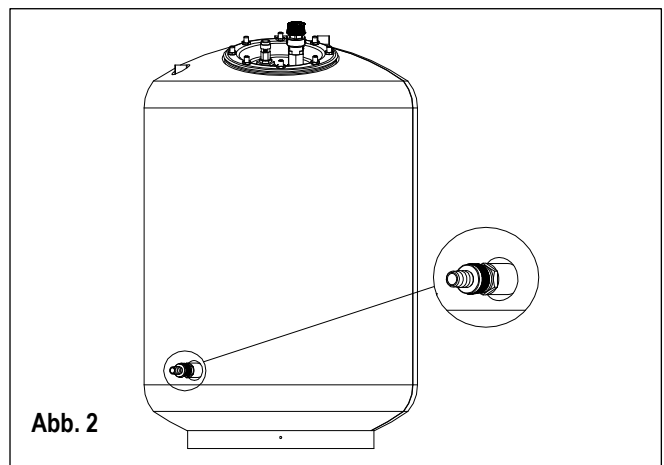

Abb. 2
- Den Wasserablassschlauch anschließen und den Ablasshahn des Boilers (Abb. 2) öffnen;